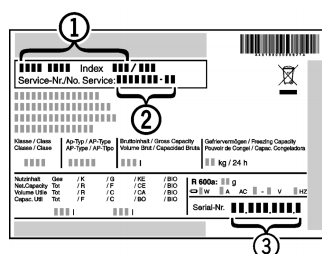

Fig. 13
- Denominación del aparato Fig. 13 (1), nº del servicio técnico Fig. 13 (2) y nº de serie Fig. 13 (3) en la placa de identificación. La placa de identificación se encuentra en la parte interior izquierda del aparato.
- Informe al servicio postventa e indique el fallo, la denominación del aparato Fig. 13 (1), el nº del servicio técnico Fig. 13 (2) y el nº de serie Fig. 13 (3).